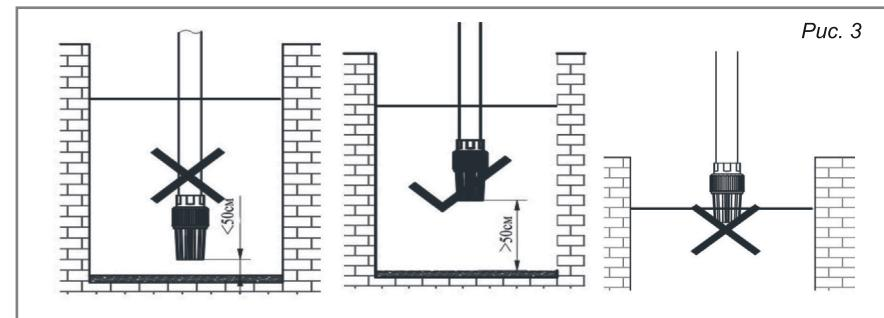

Рис. 3
- Если мини-станция будет использоваться для перекачивания жидкости из водоемов, то на входном трубопроводе необходимо установить обратный клапан и фильтр. Обратный клапан необходимо располагать вертикально на расстоянии не менее 50 см от дна, для предотвращения всасывания донных отложений, песка и глины (рис. 3).